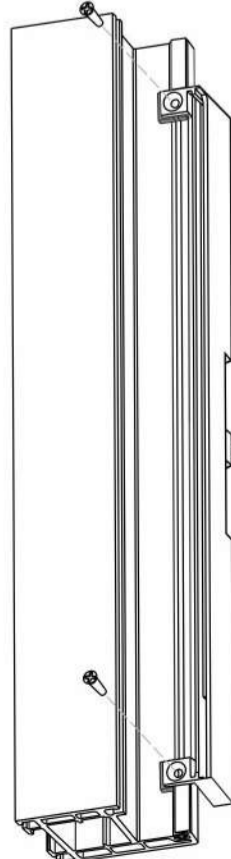

рис. 10
7. Снять защитную пленку с самоклеющегося уплотнителя на клапане. Установить клапан на створке и закрепить саморезами (рис. 10).